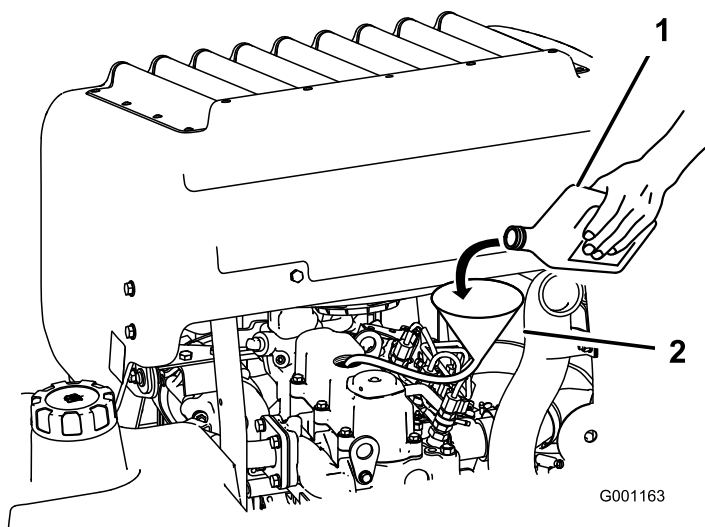

Figure 44
3. Utilisez un tuyau et un entonnoir pour faire l'appoint d'huile moteur (Figure 44).